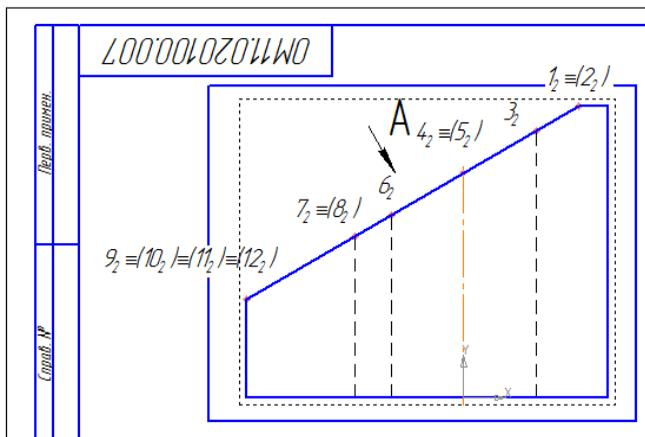

Рис. 14
**ник** / поместить главный вид в прямоугольник (щелкнуть выше вида, растянуть, щелкнуть, см. рис. 14).